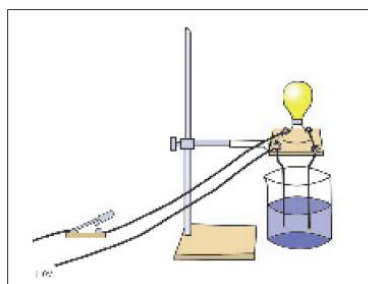

Figura 2. Circuito para medir conductividad eléctrica
1.- Mide la conductividad eléctrica de cada sustancia, para ello monta un circuito como en la Figura 2. Para comprobar que el montaje es correcto, enchufa, activa el interruptor de la fuente de alimentación y pon en contacto los electrodos. Si el LED se enciende, la instalación es correcta y puedes continuar. En caso contrario pregunta al instructor.